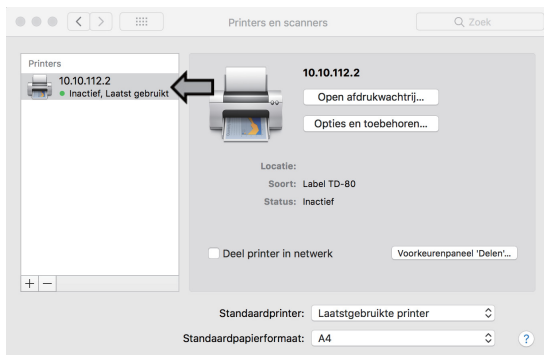

Bild 13
⑦ När installationen är klar visas den nyligen tillagda skrivardrivrutinen under "Skrivare och skannrar" (se bild 13).